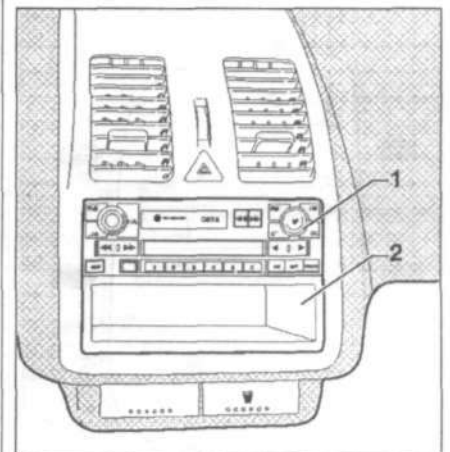

Рис. 12.44. Снимите радиоприемник 1. Снимите пепельницу 2.
1. Снимите радиоприемник 1 (рис. 12.44). Снимите пепельницу 2.